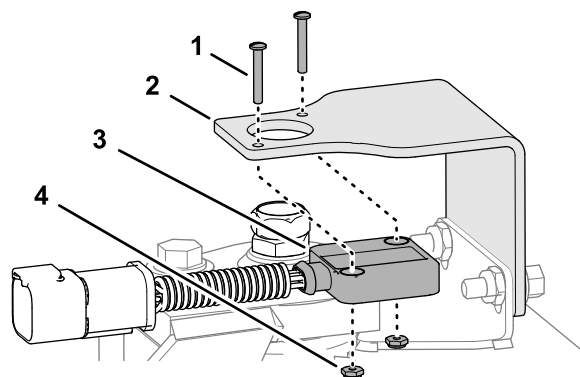

Figura 10
3. Monte el sensor de la posición de la dirección en el soporte del sensor con 2 tornillos de cabeza redonda (N.º 4 × ¾") y contratuercas (N.º 4), y apriete los tornillos y las contratuercas (**Figura 10**).